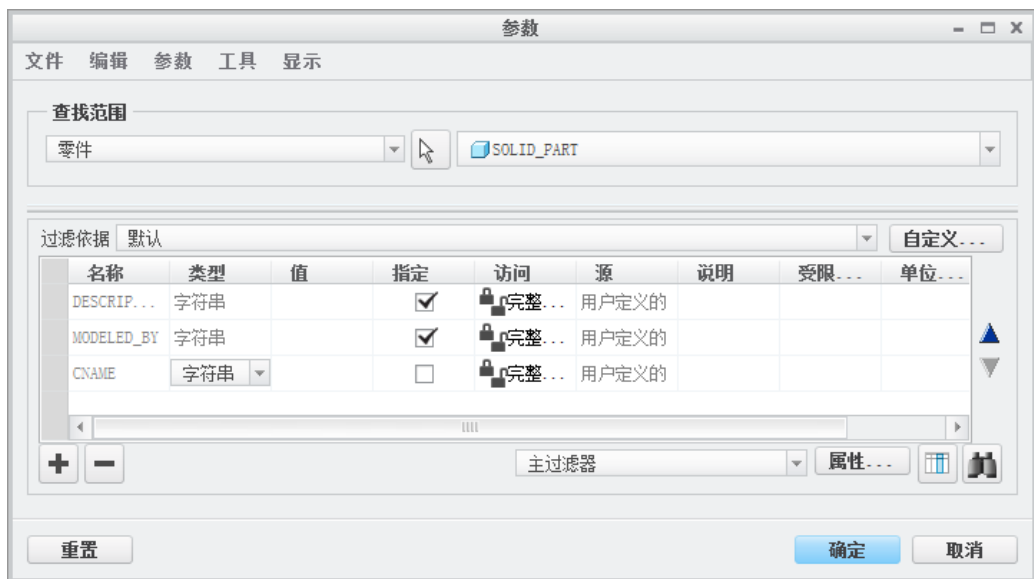

图 8.1.1 “参数”对话框
(1) 定义参数 CNAME。
- ① 在 **工具** 功能选项卡中单击“参数”按钮  **参数**，系统弹出“参数”对话框。
- ② 在“参数”对话框的 **查找范围** 区域中选择对象类型为 **零件**，然后单击  **+** 按钮。
- ③ 在 **名称** 栏中输入新参数名“CNAME”，在 **类型** 下拉列表中选择 **字符串** 选项，结果如图 8.1.1 所示。
(2) 按上面相同的操作方法定义参数 CMAT、DRAWINGNO、PARTTYPE、